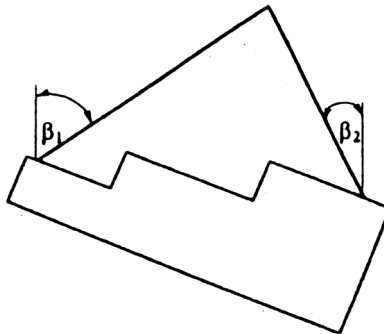

Abbildung 1: Beispiel für ungleiche Neigungswinkel β
- Treten bei 2-strängigen Gehängen unterschiedliche Neigungswinkel auf (Abbildung 1), darf nur die Tragfähigkeit eines einzelnen Strangs zugrunde gelegt werden.